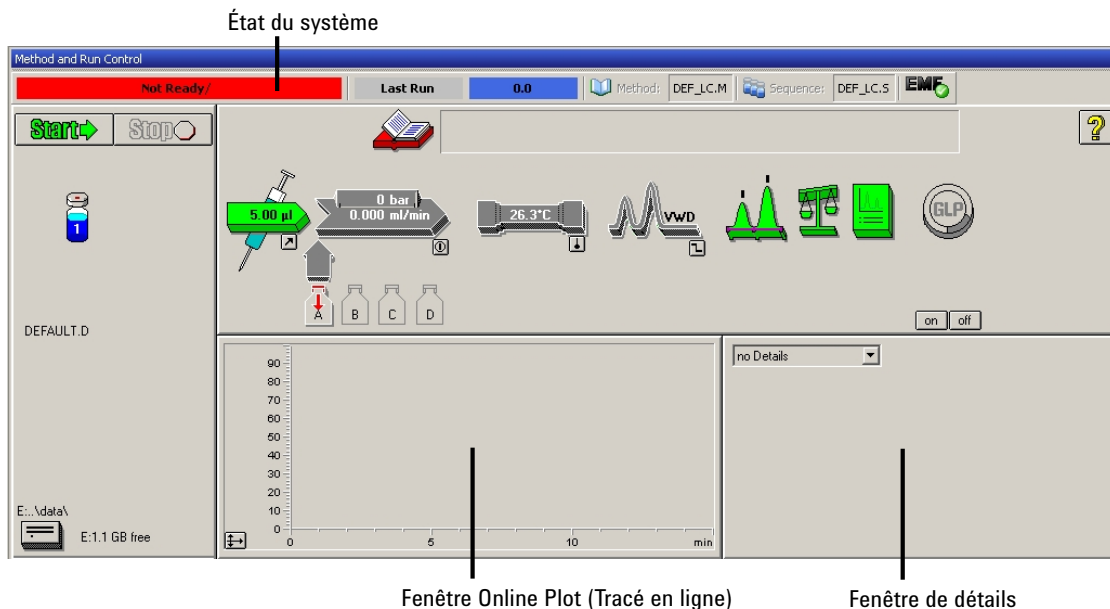

Figure 36 Écran initial de la ChemStation Agilent (**Method and Run Control**)
- 3 Démarrez le logiciel de la ChemStation Agilent. Si la pompe, l'échantillonneur automatique, le compartiment à colonne thermostaté et le détecteur sont trouvés, l'écran de la ChemStation Agilent ressemble à la Figure 36, page 94. L'état du système est rouge (**Not Ready**).